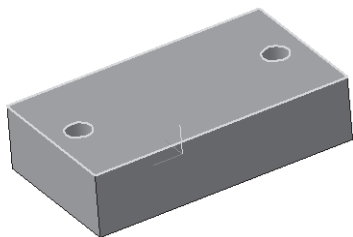

Рис. 196
- щелчком ЛКМ укажите верхнюю грань (зеленая) для последующих построений (рис. 196);